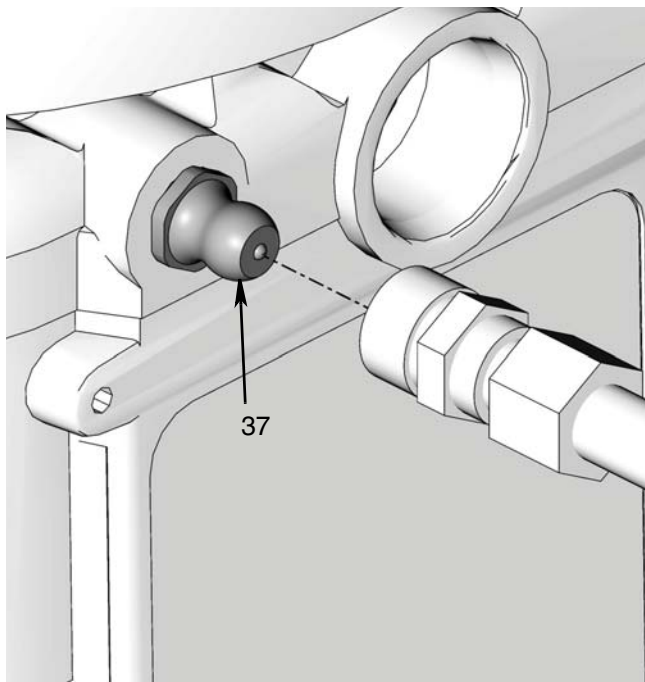

FIG. 11
1. Conecte la manguera de llenado al accesorio de entrada *(37) (FIG. 11).
1. Conecte la manguera de llenado al accesorio de entrada (FIG. 11).